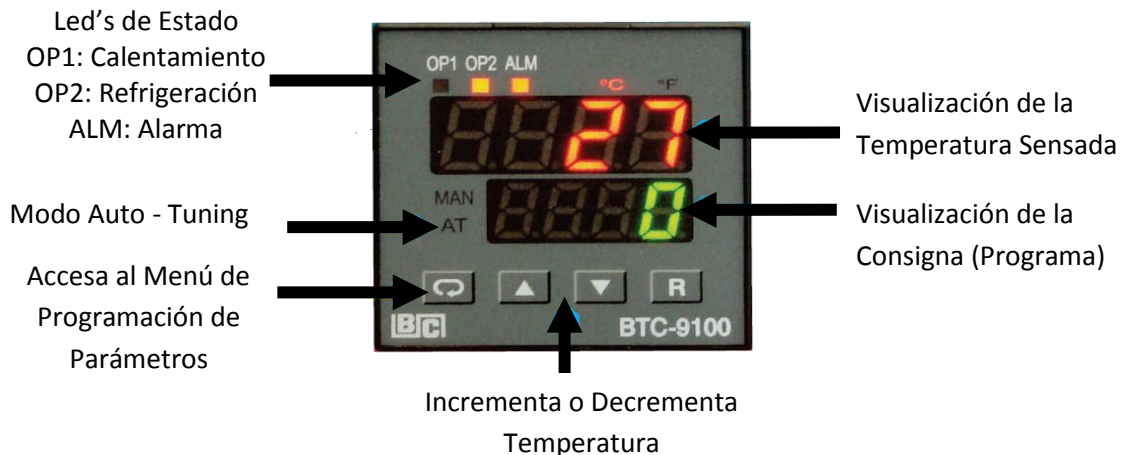

Figura 2.
- d. Verifique que la pantalla (display) de acuerdo a la figura 2, se ilumine, es decir, que indique una lectura de temperatura.